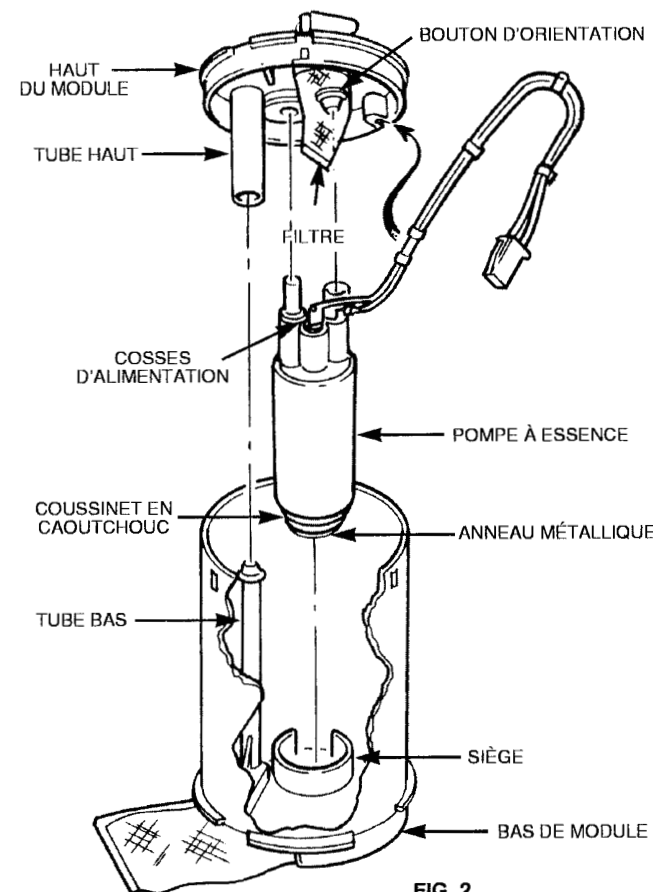

FIG. 2
D) Retirer le collier fixant le filtre de retour au-dessous du haut de module. Jeter le filtre usagé. Placer le collier autour du nouveau filtre, placer le filtre sur le manchon et positionner le collier autour du filtre pour le fixer. VOIR FIG. 2